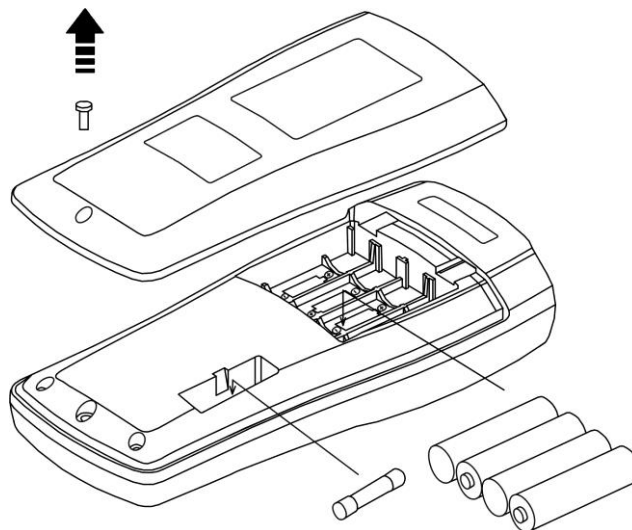

Fig. 11: Sostituzione batterie e fusibile interno
3. Rimuovere le batterie e inserirne altrettante dello stesso tipo (vedere § 7.1.3) osservando la corretta polarità e riposizionare il vano batteria (vedere Fig. 11). Usare gli appositi contenitori per lo smaltimento delle batterie